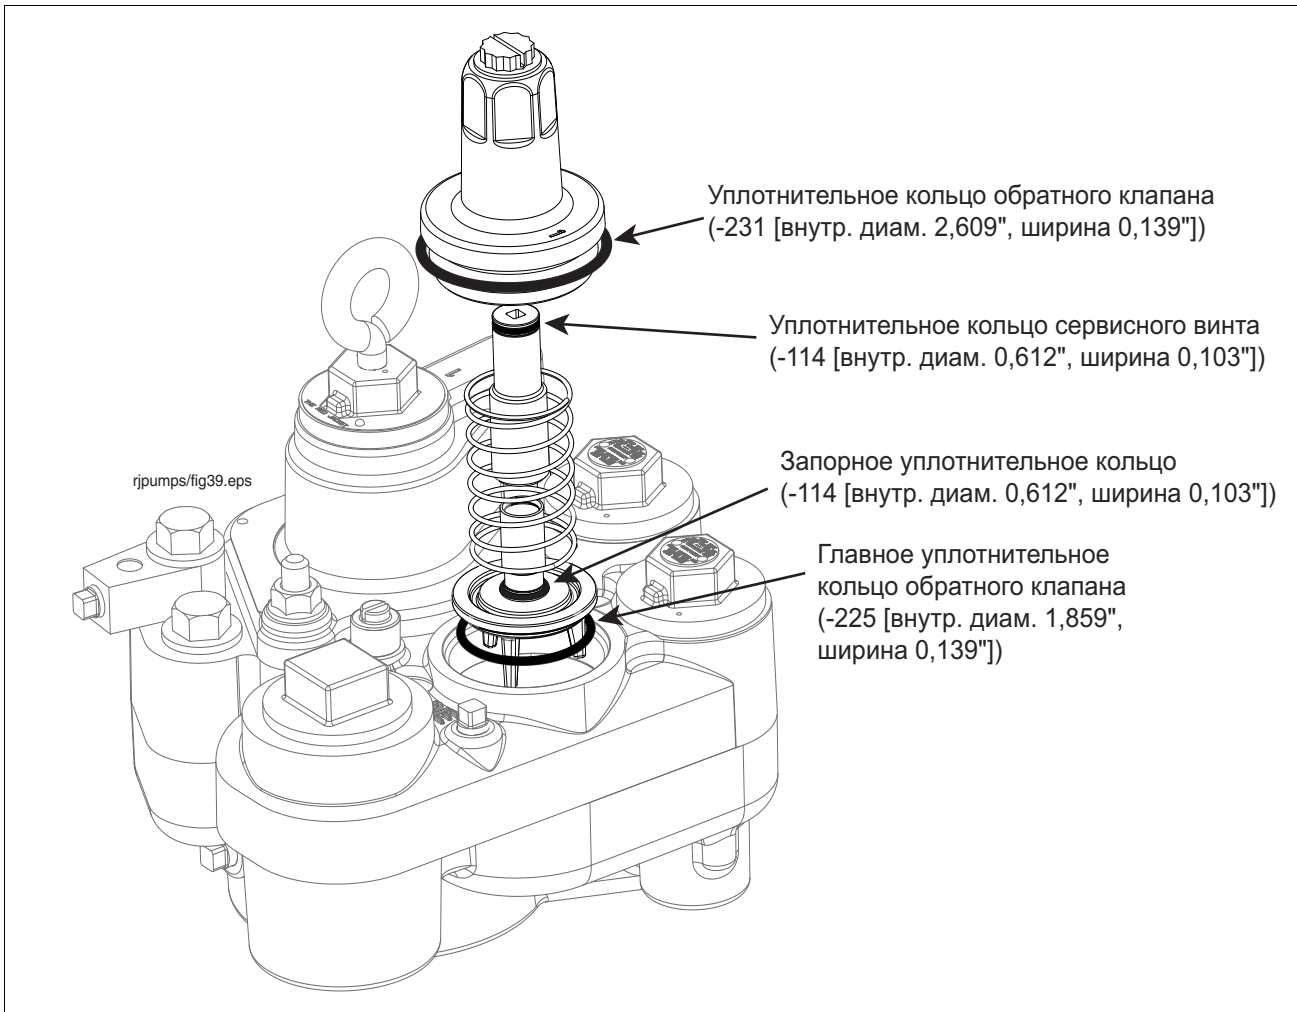

Рис. 30. Установка обратного клапана в сборе в манифольд
6. Установите обратный клапан (с установленным на него и смазанным уплотнительным кольцом) в гнездо в манифольде; на обратный клапан установите новую пружину (см. рис. 30). Установите вверх обратного клапана и пружины корпус клапана с уплотнительным кольцом и вручную закрутите его (корпус). Закрутите корпус с моментом 40–50 фут-фунт силы (54–67 Н•м).